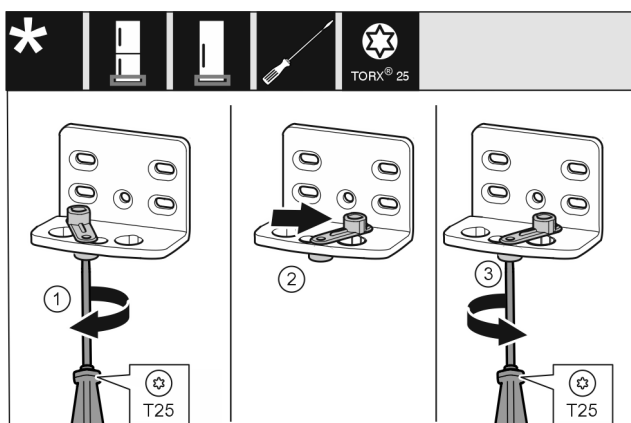

Fig. 17 \*
- Afloje el tornillo Fig. 17 (1) con el destornillador.\*
- Levante el dispositivo de cierre de la puerta Fig. 17 (2) y gírelo 90° a la derecha hacia el orificio.\*
- Apriete el tornillo Fig. 17 (3) con el destornillador.\*